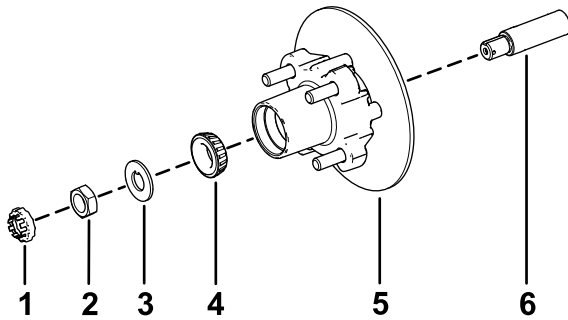

Figura 33
1. Aplique uma leve camada do lubrificante especificado no eixo (Figura 33).
2. Monte o cubo e o rotor no eixo com o rotor interior (Figura 33).
3. Monte o rolamento exterior no eixo e coloque o rolamento na correia exterior (Figura 33).
4. Monte a anilha com patilha no eixo (Figura 33).
5. Enrosque a porca do eixo no eixo e aperte a porca com 15 N·m, enquanto roda o cubo para assentar o rolamento (Figura 33).
2. Alinhe as pastilhas dos travões com cada lado do rotor (Figura 29) e os orifícios no suporte da pinça com os orifícios na montagem dos travões da estrutura do eixo (Figura 33).